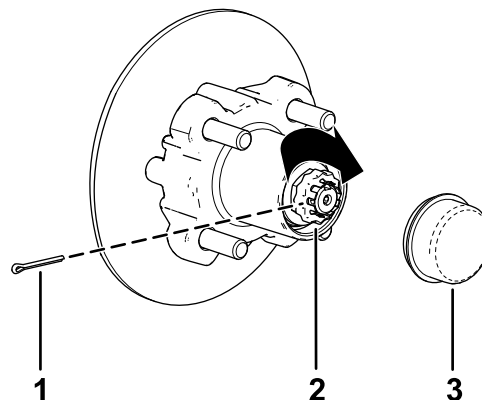

Figura 40
8. Montate il fermo sul dado e controllate l'allineamento della scanalatura sul fermo con il foro del mandrino per la coppiglia (Figura 40).
9. Montate la coppiglia e piegate ciascuna asticella attorno al fermo (Figura 40).
10. Montate il coperchietto antipolvere sul mozzo (Figura 40).